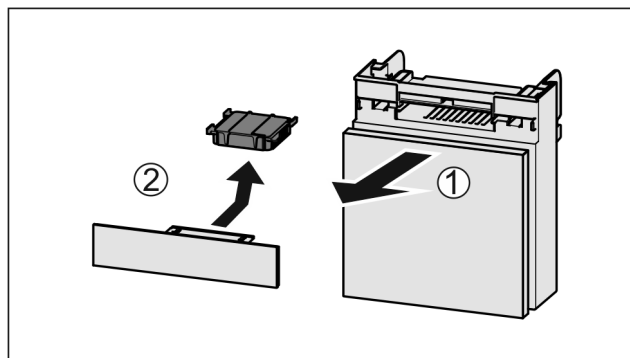

Fig. 180
- Pretinac izvucite Fig. 180 (1) prema naprijed.
- Izvadite filtari s aktivnim ugljenom Fig. 180 (2).